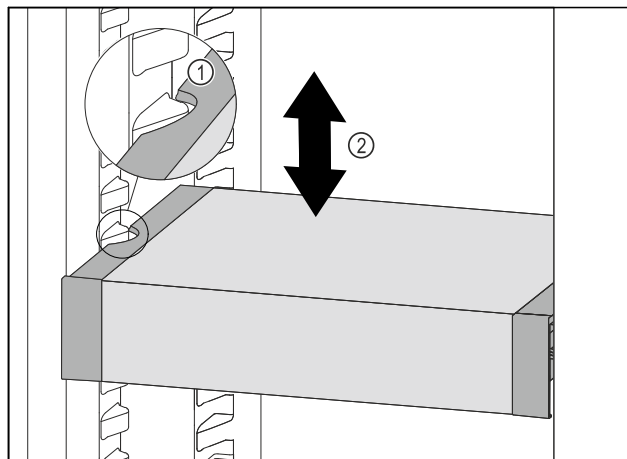

Fig. 180
- Táhněte VarioSafe dopředu, dokud nebudou boční vybrání VarioSafe na úrovni žebrování na nádoby v chladničce. Fig. 180 (1)
- Posouvajte VarioSafe v chladničce nahoru nebo dolů, dokud nedosáhnete požadované výšky. Fig. 180 (2)